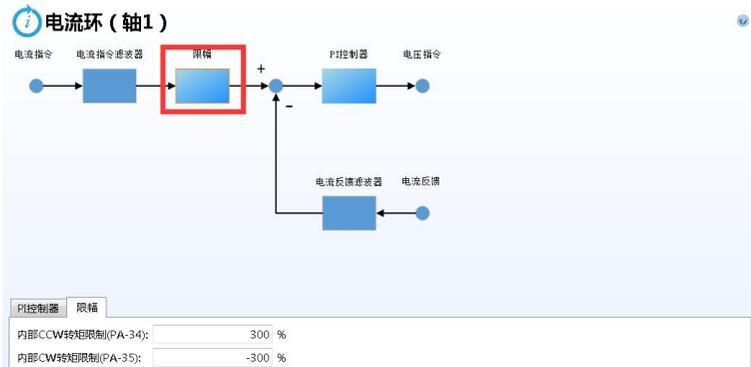

图 11-17 切换至限幅标签页的电流环界面
- 用户想修改限幅标签栏中参数时，可单击限幅下的图片，或者单击标签栏控件中的限幅标签头，就会切换至如下图 11-17 所示界面，“速度环”和“位置环”功能一致。